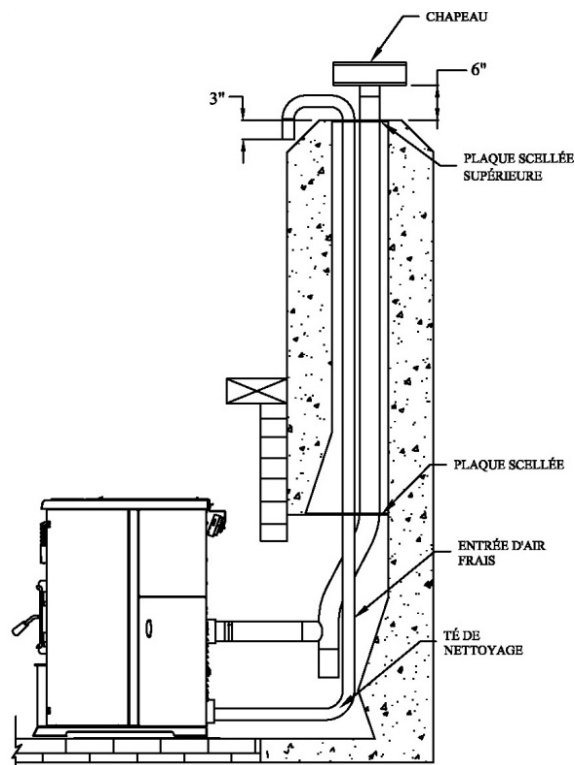

Figure 15
(voir Figure 15.)
3. Installez une plaque scellée à l'intérieur de la cheminée (voir figure 15.)